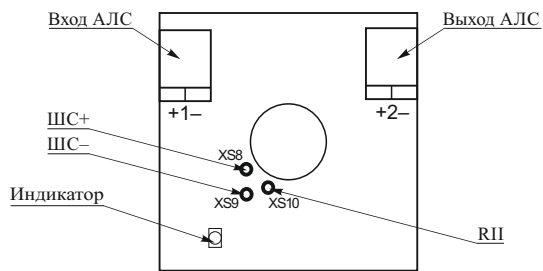

Рисунок 1
5.1 Адресная метка конструктивно выполнена как бескорпусная плата (рисунок 1), устанавливаемая внутри корпуса извещателя.